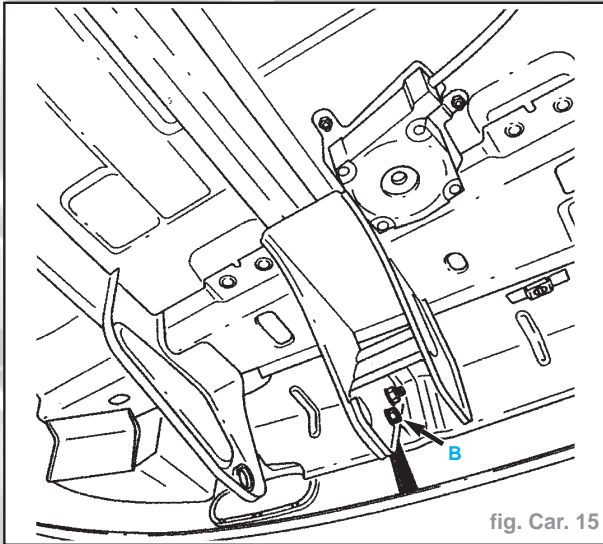

fig. Car. 15
- les 2 vis de fixation sur chape d'arrimage (**B**) (fig. Car. 15).